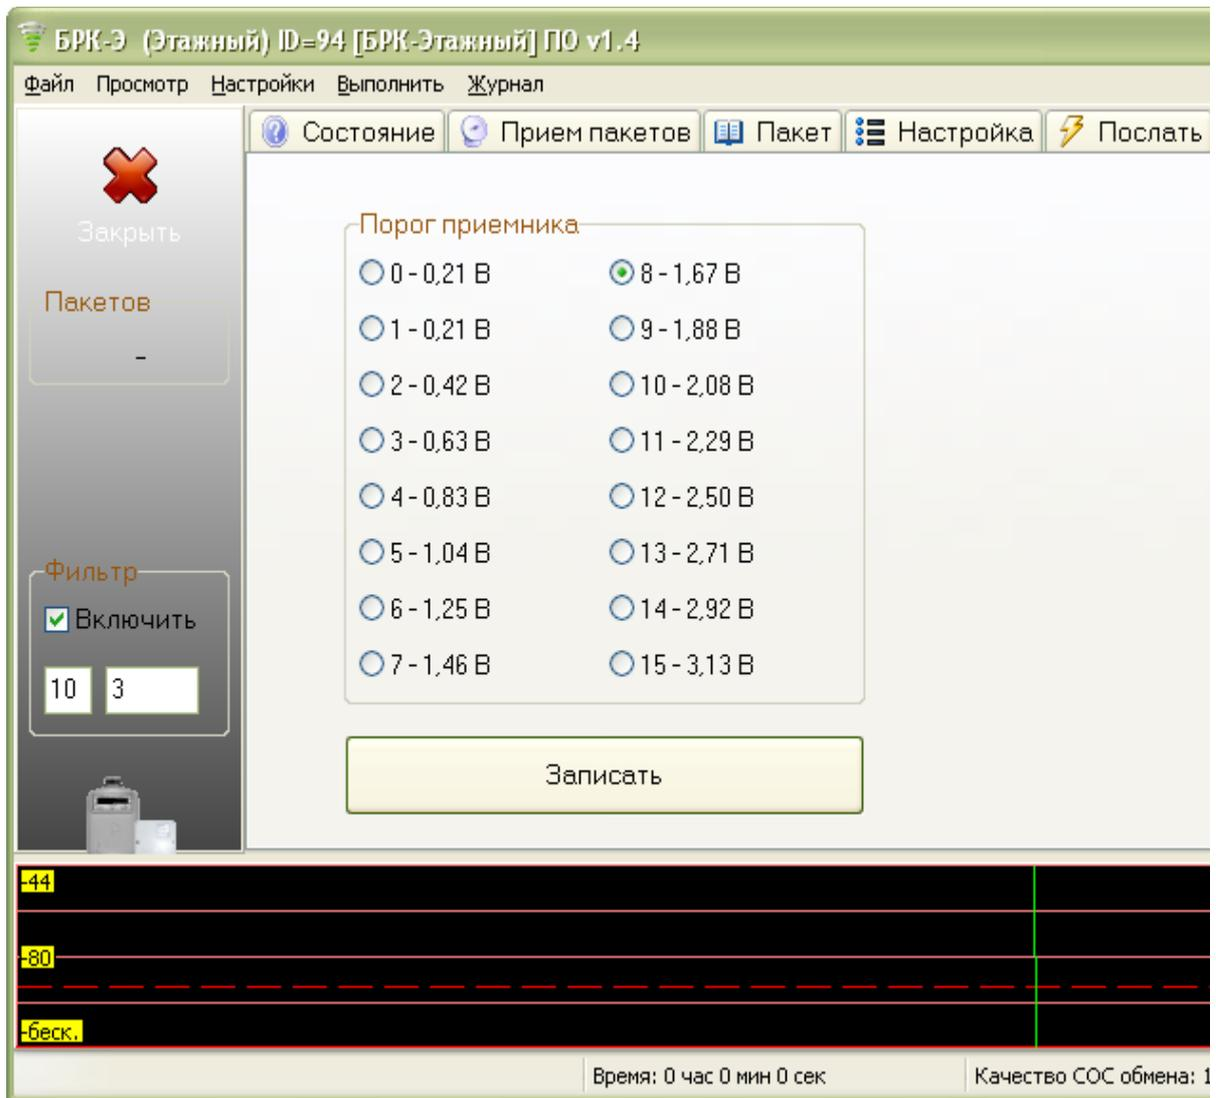

Рисунок 7 - Установка порога приема ИПЛ
4) Выбрать в таблице БРК-Э с требуемым адресом. В открывшемся окне выбрать вкладку «Порог» и установить значение порога приема ИПЛ (рисунок 7). Порог зависит от длины линии связи: если линия длинная, то устанавливаются малое значение порога, если короткая — то большое. При установке нового значения порога, при котором нет ответа от БРК-Э, программа автоматически возвращается к старому значению порога.